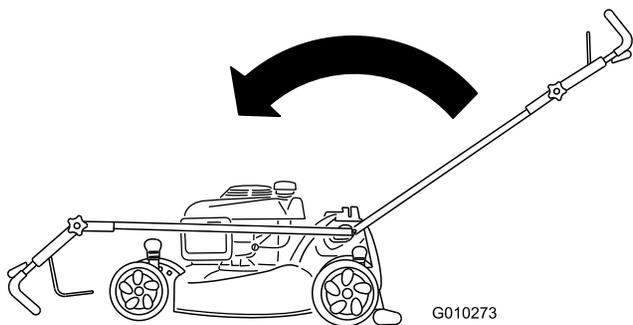

図 52
2. ハンドルを前方に最後まで倒して上部ハンドルのノブをゆるめる 図 52。